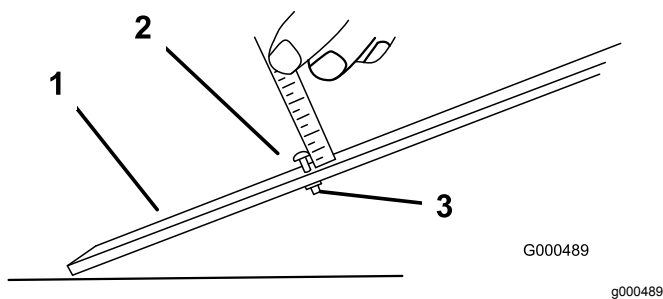

Figura 18
2. Allentate il dado sulla barra di misura e posizionate la vite di regolazione all'altezza di taglio opportuna (**Figura 18**).